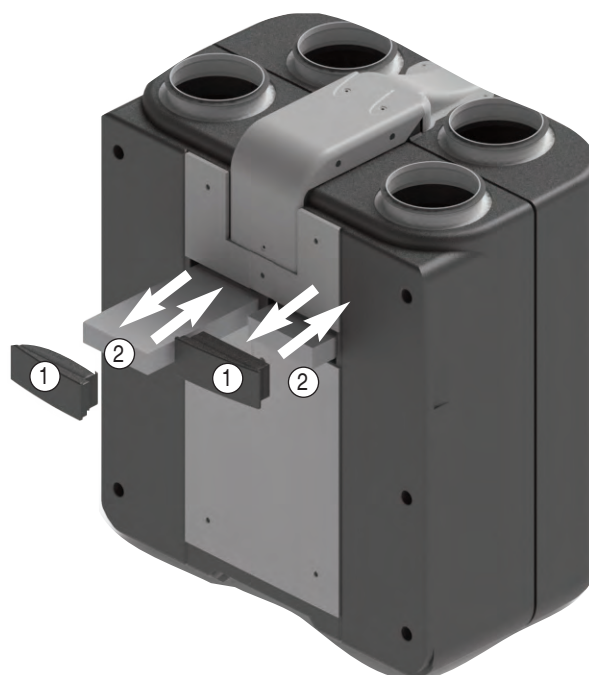

fig. 37
È possibile accedere ai filtri presenti nell'unità tramite tappi ad incastro con presa ergonomica (1 fig. 37).
- Per sostituire i filtri (2 fig. 37) in entrambi i modelli tirare verso l'esterno i tappi (1 fig. 37).
- Durante la sostituzione, assicurarsi di posizionare i filtri (2 fig. 37) in modo corretto, accompagnandoli sempre durante l'inserimento dentro il vano apposito. Reinserire i tappi (1 fig. 37).
It is possible access to unit filters removing plugs with ergonomic handle (1 fig. 37).
- To change filters (2 in fig. 37) pull plugs in outside direction (1 in picture 37).